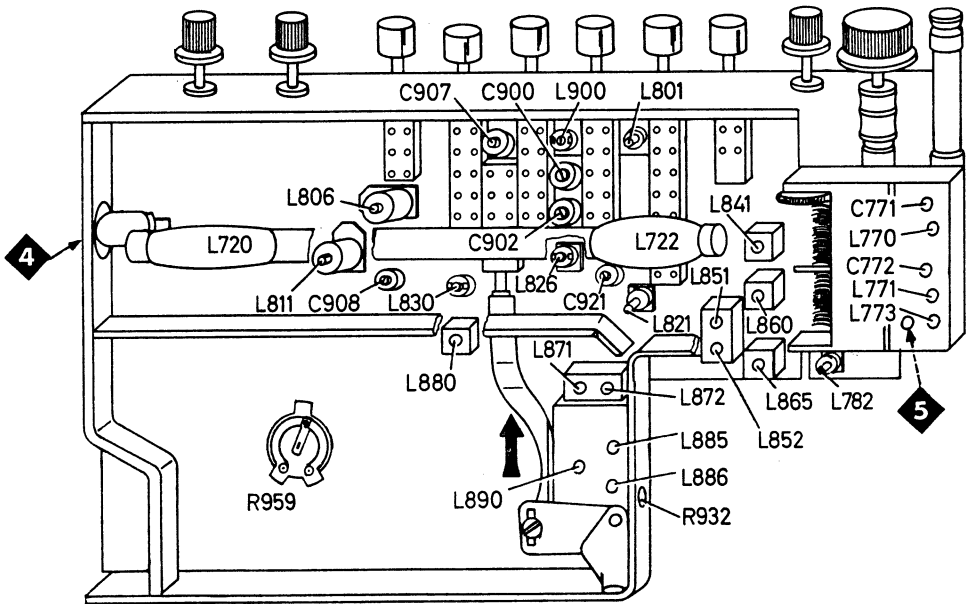

Fig. 5
- 6.1.5 Den Ruhestrom ca. 1 Minute nach dem Einschalten des Gerätes mit dem Einstellregler R 959 auf 6 mA  $\pm$  20 % einstellen, Fig. 5.
- 6.1.5 Approx. 1 minute after switching on set, set zero signal current via adjuster R 959 to 6 mA  $\pm$  20 %, fig. 5.
- 3) Ein AM-Signal, 400 Hz, 30 % moduliert, soll eine Ratiospannung von 1,4 V erzeugen. Dann mit R 932 ein Spannungsminimum am Outputmeter einstellen, Fig. 5.
- 4) Der Meßsender kann auch an dem Verbindungspunkt L 820/L 902 (Meßpunkt (3)) angeschlossen werden. Die Verbindung zum UKW-Teil muß dann am Abgangspunkt 61 abgelötet werden.
- 3) An AM signal, 400 cs, 30 % modulated, must produce a ratio voltage of 1.4 V. Adjust a voltage minimum at the outputmeter by means of R 932, see fig. 5.
- 4) The signal generator can also be connected to the connecting point between L 820/L 902 (test point (3)). In this case, the connection to the FM unit must be unsoldered from tie point 61.